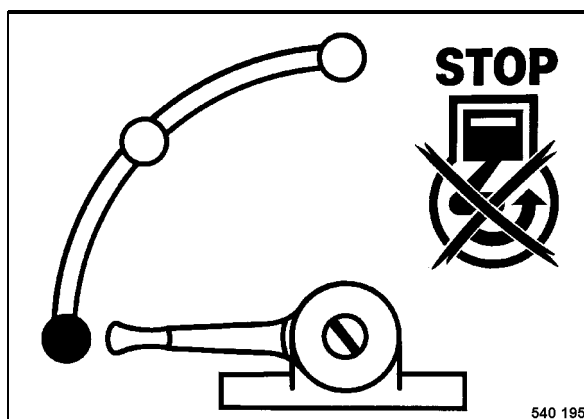

Fig. 22
- Colocar la palanca reguladora de revoluciones (Fig. 22) en posición STOP.